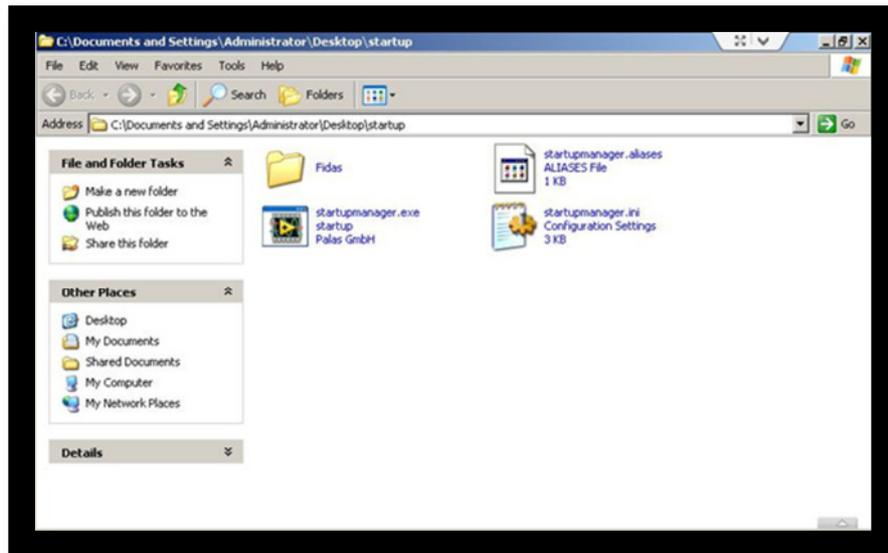

Abbildung 21: Startup Ordner
- Sie befinden sich jetzt im “startup” Ordner, bitte klicken Sie nun auf den FIDAS Ordner (siehe Abbildung 21).